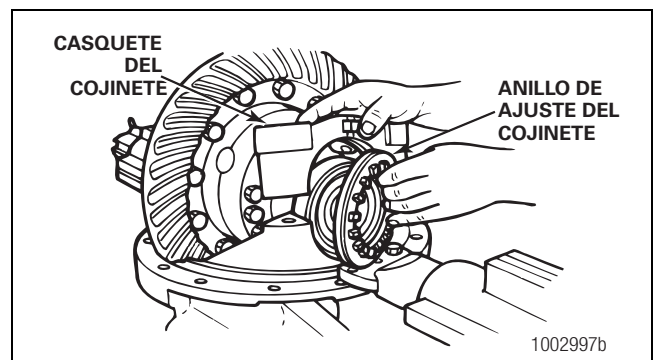

Figura 3.15
7. Retire del portadiferencial los casquetes del cojinete y los anillos de ajuste del cojinete. Figura 3.15.